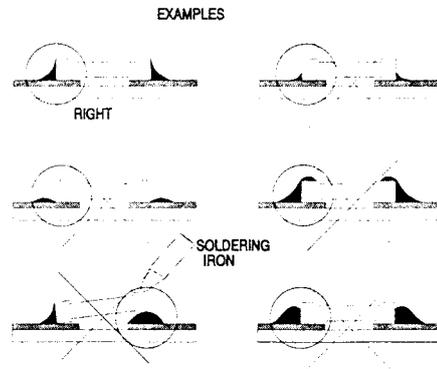

Fig. 3
- Die Lötzinnmenge muß der Größe der Lötfläche entsprechen. Bei einer zu großen Menge kann das SMD reißen, oder die Lötflächen können von der Printplatte losgezogen werden (siehe Bild 3).